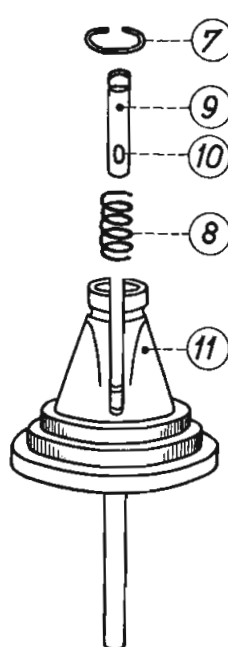
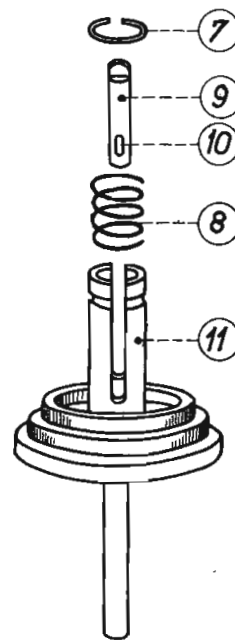

Fig. 3
Fig. 4
3. Voor meerdere sterkte is het „Philite” tandwiel voorzien van verdikkingen. Dit bracht mee, dat ook de drukveer (pos. 8) en de koppelstift (pos. 9) moesten worden gewijzigd. De nieuwe samenstelling is zichtbaar in fig. 3 en de oude in fig. 4. In het vervolg zullen tandwiel, veerring, drukveer, koppelstift en leipen uitsluitend in de nieuwe uitvoering en **als samenstelling** worden geleverd, zodat men hiermede bij het bestellen rekening dient te houden.
4. In de nieuwe uitvoering wordt het rondsel op de rotoras vastgezet met een cylinderschroef, i.p.v. met een verzonken schroef (pos. 13, fig. 4 van de service-documentatie). Tevens is de fixeerbuis rond de rotoras vervallen.